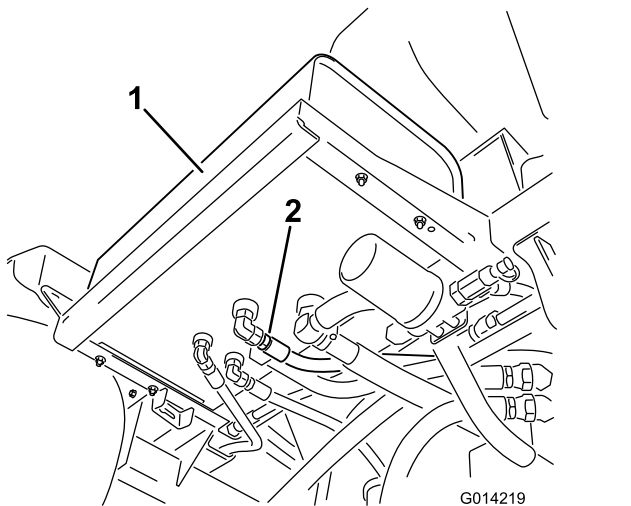

Figura 93
- Limpe a área em redor da união do tubo hidráulico na parte inferior do depósito de óleo hidráulico (Figura 93).
- Retire a união da tubagem do depósito, permitindo o escoamento do fluido para o recipiente (Figura 93).